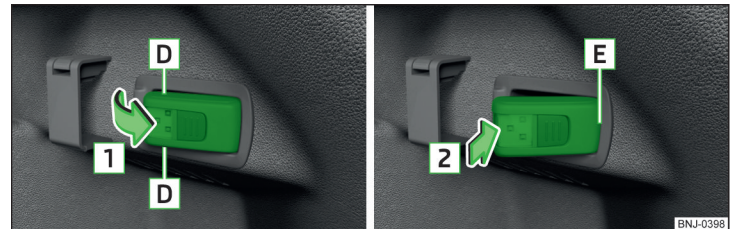

Abb. 116 Leuchte herausnehmen / Leuchte einsetzen
- Zum **Herausnehmen** die Leuchte im Bereich **D** fassen und in Pfeilrichtung **1** herausschwenken » Abb. 116.
- Zum **Einsetzen** die Leuchte zuerst mit dem hinteren Teil **E** in die Halterung einsetzen » Abb. 116 und danach die Leuchte in Pfeilrichtung **2** nachdrücken, bis diese hörbar einrastet.